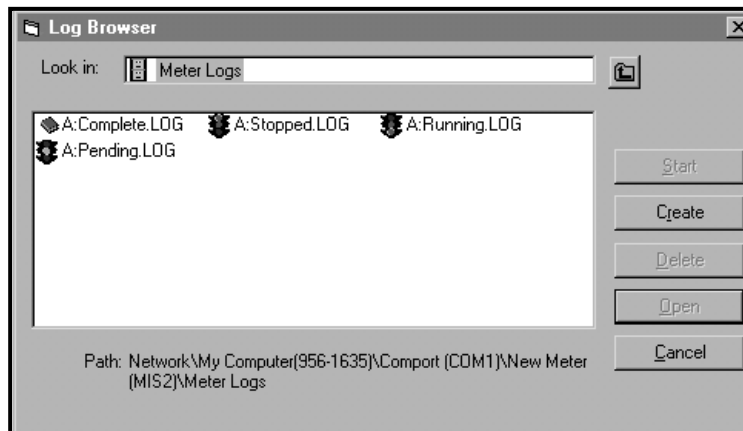

Figure 25: Fenêtre du navigateur de journal
3. Double-cliquez sur Journaux PC pour accéder aux journaux PC stockés, ou sur le nom du port de communication et le nom du compteur pour accéder aux journaux de compteur stockés. Dans les deux cas, le Log Browser ressemble à la Figure 25.